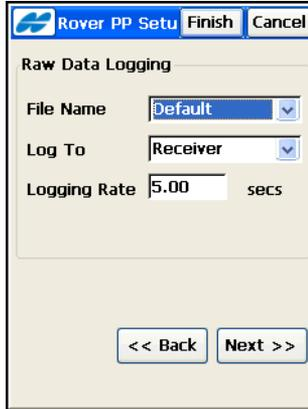

Abbildung 4-59. Roverempfänger (PP kinematisch und PP DGPS)
- Legen Sie die Rohdatenaufzeichnungsparameter für den Roverempfänger fest (Abbildung 4-59).